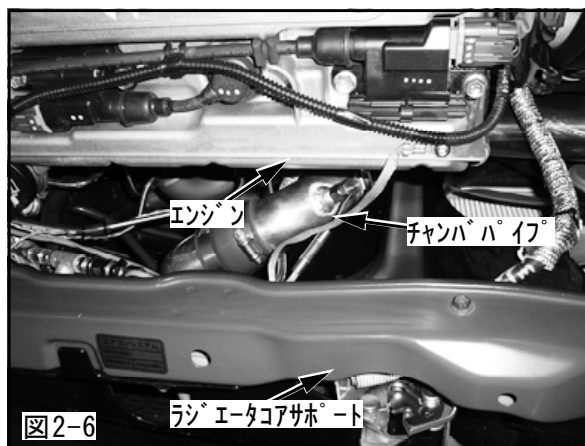

図2-6
- (4) ボルトオンターボキットに付属されているチャンバパイプNo.1を図のように取付けてください。(図2-6)